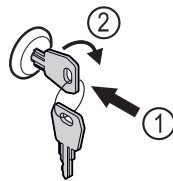

Fig. 180 Примерно изображение
- Пъхнете ключа Fig. 180 (1).
- Завъртете го на 90° по посока на часовниковата стрелка Fig. 180 (2).